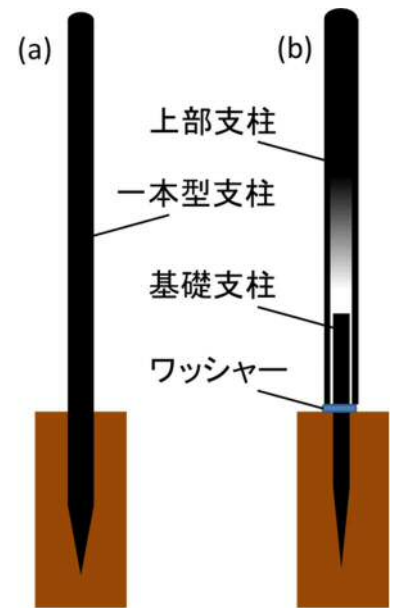

図 1.1 支柱の種類
グラスファイバー製の支柱(図 1.1)、ステンレス入りポリエチレンネット、張りロープ、押さえロープ、キャップ、アンカー杭 (ABS 製)、ロープもしくは針金 (支柱補強用)、結束バンドまたは針金 (針金)
① 一本打込みタイプ (写真 1.1、図 1.1(a))
② セパレートタイプ (図 1.1 (b))